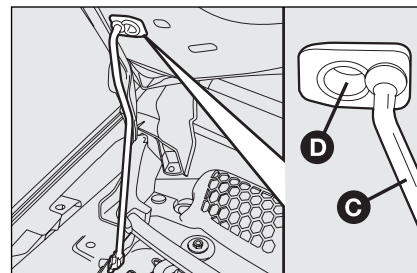

Рис. 98
- поднимая капот, извлеките упор **C**, **рис. 98**, из крепления, и установите конец упора в гнездо **D** на капоте.
- удерживая одной рукой капот в открытом положении, другой рукой извлеките упор **C**, **рис. 98**, из гнезда **D** и установите его на место.